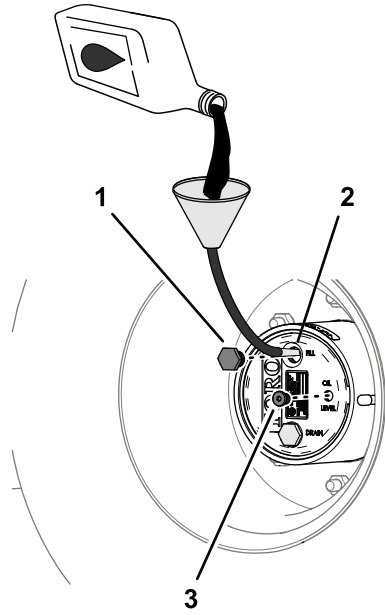

Figura 89
verificación (Figura 89); consulte Especificación del lubricante del engranaje planetario (página 71).
6. Instale el tapón de llenado y el tapón de verificación (Figura 89).
1. A través del orificio del tapón de llenado, añada lentamente el lubricante de engranajes especificado; consulte la Figura 89 de Comprobación del lubricante de la transmisión planetaria \(página 71\).
3. Instale el tapón de llenado y el tapón de verificación; consulte la Figura 89 de Comprobación del lubricante de la transmisión planetaria \(página 71\).